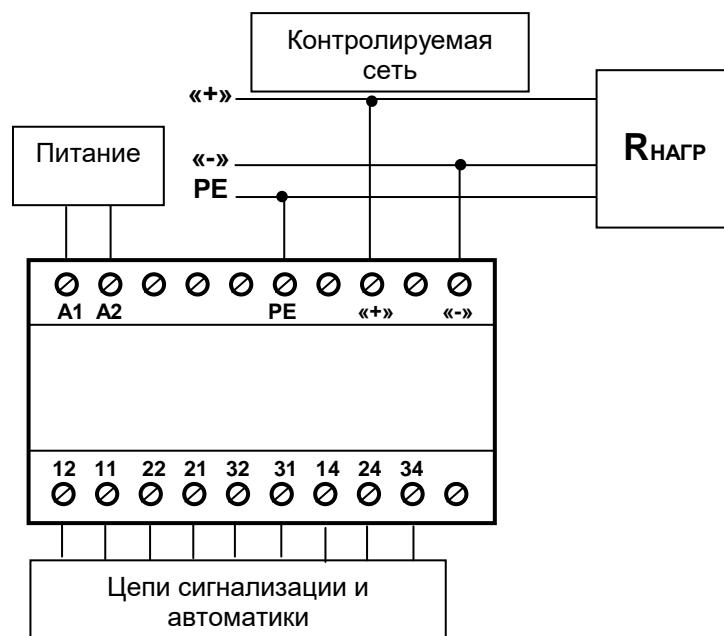

Рис.1. Типовая схема подключения реле «РКИ-2-300-02»
4.3. Произвести подключение реле «РКИ-2-300-02» согласно маркировке (рис.1.): «-» – «минусовой» провод контролируемой сети; «+» – «плюсовый» провод контролируемой сети; PE – заземленный корпус оборудования;